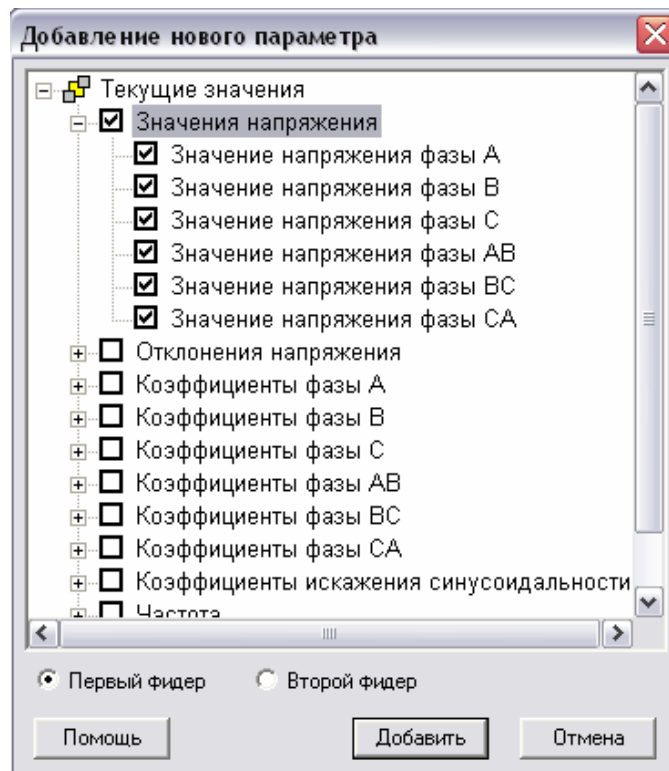

рисунок 48
- в диалоговом окне (рисунок 48) “Добавление нового параметра” выбрать необходимые характеристики и указать номер фидера;